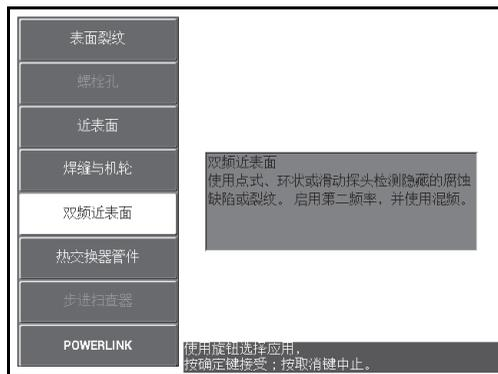

图 5-98 双频近表面应用
2. 按一下高级设置菜单键（），然后选择**应用选择**（功能键 A），打开应用选择菜单。使用旋钮选择**双频近表面**，然后按确定键（）接受（参见第 184 页的图 5-98）。